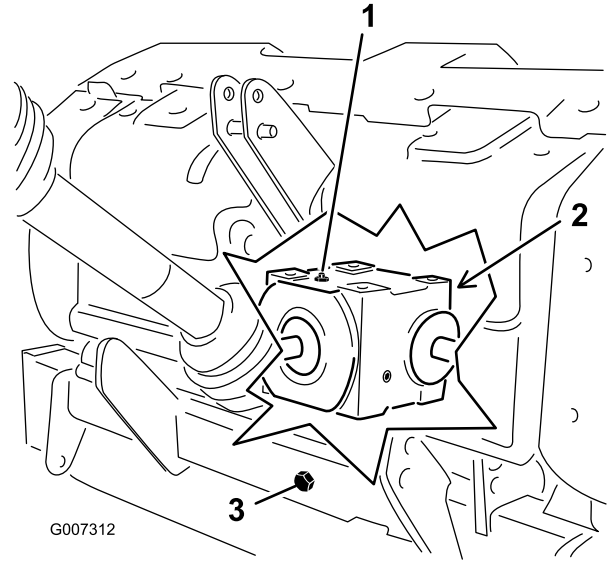

图31
2. 从齿轮箱上拆下检查塞 图31。
3. 确保油位达到 齿轮箱中检查塞孔的底部 图31。
1. 清洁加油塞和排油盖周围的杂质避免污染 图31。